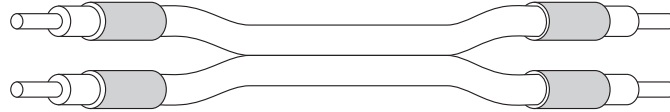

Abbildung 4.3: Bereiten Sie das Motorkabel wie gezeigt vor.
- Isolieren Sie beide Enden der Motorkabel ab, und schieben Sie über alle Enden ein kurzes Stück Schrumpfschlauch, wobei Sie die abisolierten Enden frei lassen. (siehe Abbildung 4.3).